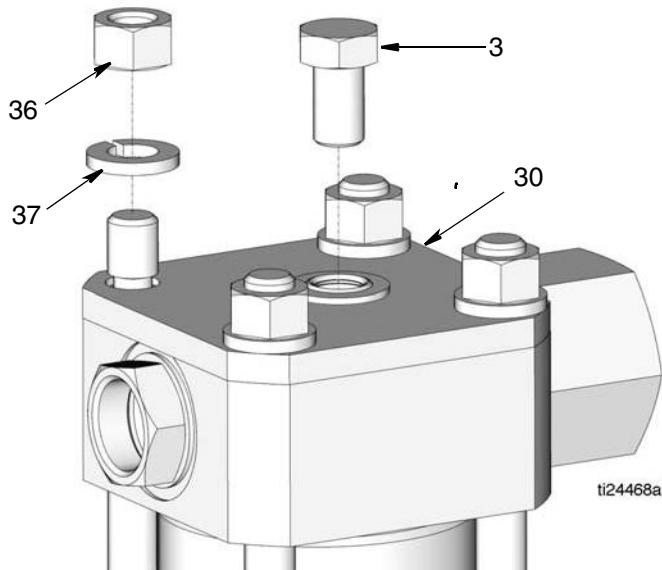

Рис. 19
8. Снимите пластину крышки (30) (Рис. 19).
9. Постучите резиновым или пластиковым молотком по нижней части поршневого штока (35) и ослабьте крепление цилиндра (25).
10. Возьмитесь за верхнюю часть крышки цилиндра (31) и извлеките поршневой шток (35) из цилиндра (25). Положите узел на бок.
**ПРИМЕЧАНИЕ.** Извлекать соединительные тяги (38) из нижней крышки цилиндра (32) не требуется.
11. Положите чистую ветошь вокруг хомута (9), чтобы не потерять шарики (7) и пружину (6) фиксатора, установленные в упоре клапана (26). Слегка надавите на упор клапана большими пальцами, одновременно с этим зажав хомут, чтобы отсоединить его от упора и втулки клапана (29).